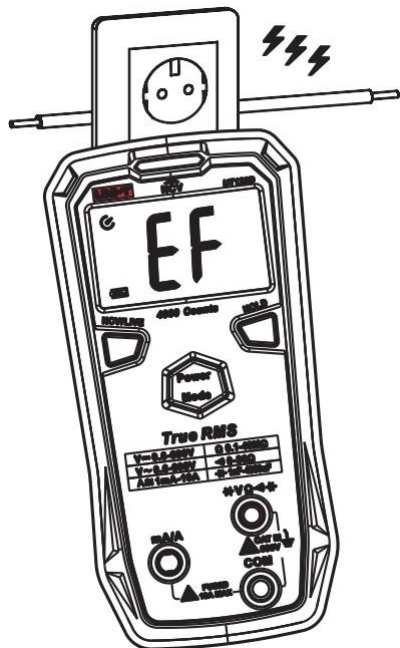

Рисунок 2
9.7. Бесконтактное обнаружение напряжения (NCV) (рисунок 2)